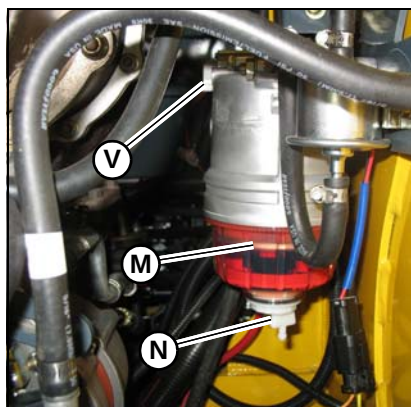

Figura 98 – Separador de agua
3. Inspeccione el separador de agua (Figura 98) para detectar la presencia de agua:
- Si el anillo indicador (M) se encuentra en la parte inferior de la taza, no es preciso actuar.
- Si el anillo indicador (M) está flotando y no se encuentra en la parte inferior de la taza, significa que hay agua y que se debe drenar.
5. Gire la palanca de la válvula de combustible (V) en el separador de agua a la posición CERRADO.
6. Afloje el tapón de drenaje (N) de la parte inferior del separador de agua. Deje que drene el agua hasta que el anillo indicador caiga a la parte inferior de la taza.
7. Apriete el tapón de drenaje (N) y deseche el agua/combustible de acuerdo con la normativa medioambiental.
3. Gire la palanca de la válvula de cierre de combustible (V, Figura 98) en el separador de agua a la posición CERRADO.